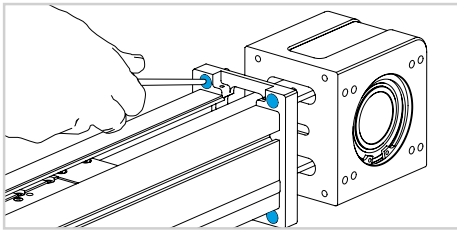

図 14
- 14) 4 本のネジを緩め、駆動ヘッドをプロファイルから取り外します (図 14)。